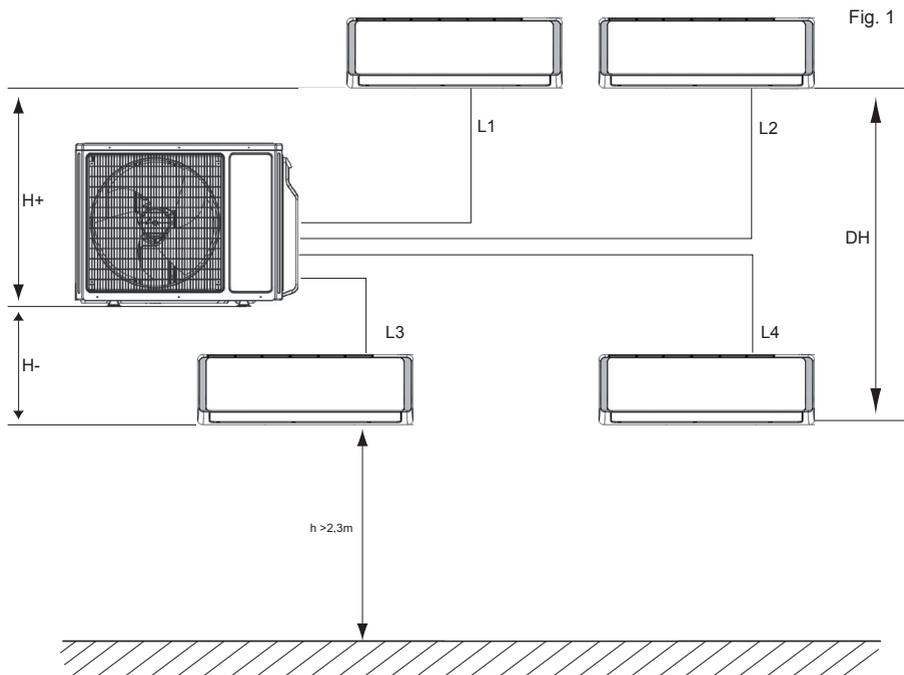

Fig. 1
Unità esterna (Fig. 1):
- Posizionarla rispettando le distanze minime da eventuali pareti, mobili o altro (Fig.1).